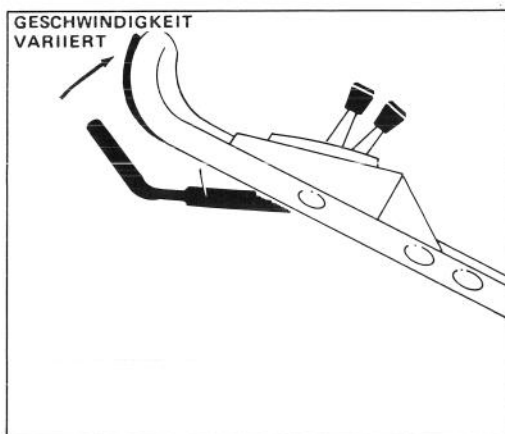

Bild 12
5. **FAHRBETRIEB** (Selbstantriebsmodell) – Geschwindigkeitshebel auf gewünschte Einstellung stellen und zum Fahren Antriebshebel gegen den Gestängegriff pressen. Geschwindigkeit variiert entsprechend dem Zwischenraum zwischen Antriebshebel und Griff (Bild 12).